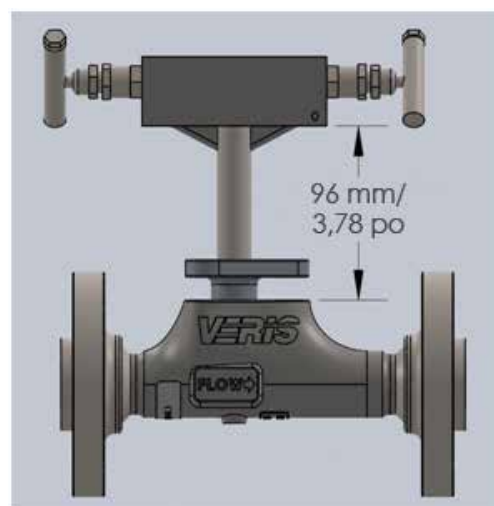

Figure 5. Position correcte de la sonde
- Pour vérifier que la sonde est parfaitement installée et alignée, mesurez la distance indiquée dans la figure 5. Si la distance est d'environ 96 mm (3,78 po), cela signifie que la sonde est correctement installée.